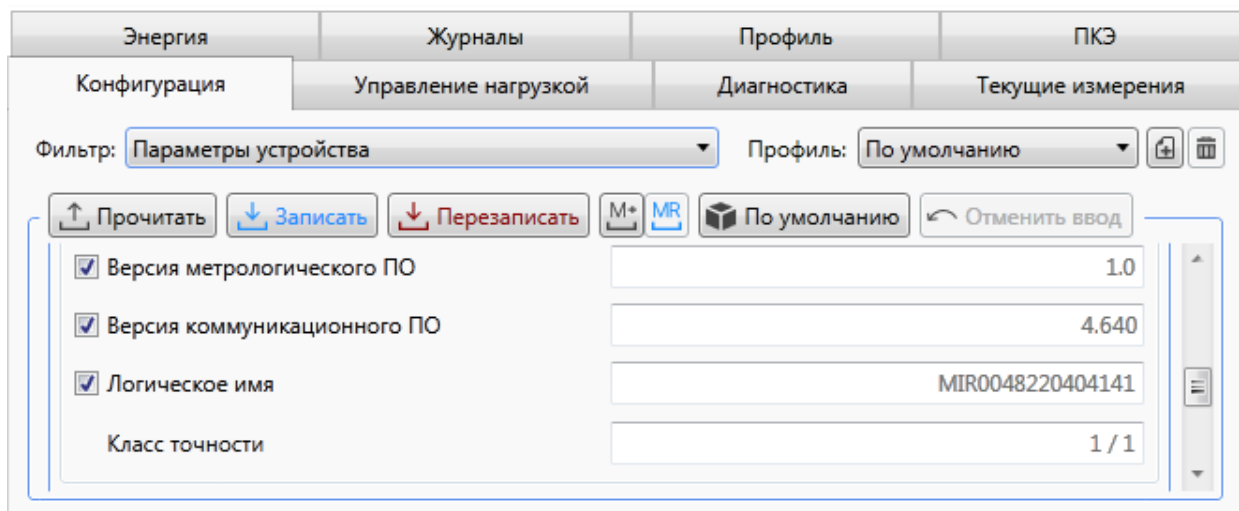

Рисунок 9.56 – Просмотр версии встроенного ПО счетчика
9.6.9.1 Для просмотра информации о версии встроенного ПО счетчика необходимо перейти на вкладку *Конфигурация* области параметров программы КОНФИГУРАТОР, и далее в выпадающем списке *Фильтр* выбрать пункт *Параметры устройства* и нажать кнопку *Прочитать* (рисунок 9.56).